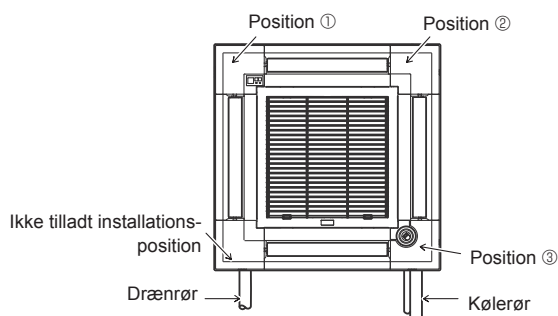

Fig. 9-11
Signalmodtagerhjørnepanelet kan ikke installeres på drænrørssiden af hovedenheden. (Se Fig. 9-11)
- i-see sensor-hjørnepanelet skal fastgøres til gitteret ① med skruen ③.
- Hvis placeringen af i-see-sensoren er ændret fra standardposition (position ③) til den anden position, skal funktionsindstillingerne ændres. (se side 165 og Fig. 9-11)
- i-see sensor-hjørnepanelet kan ikke installeres på drænrørssiden af hovedenheden. (Se Fig. 9-11)